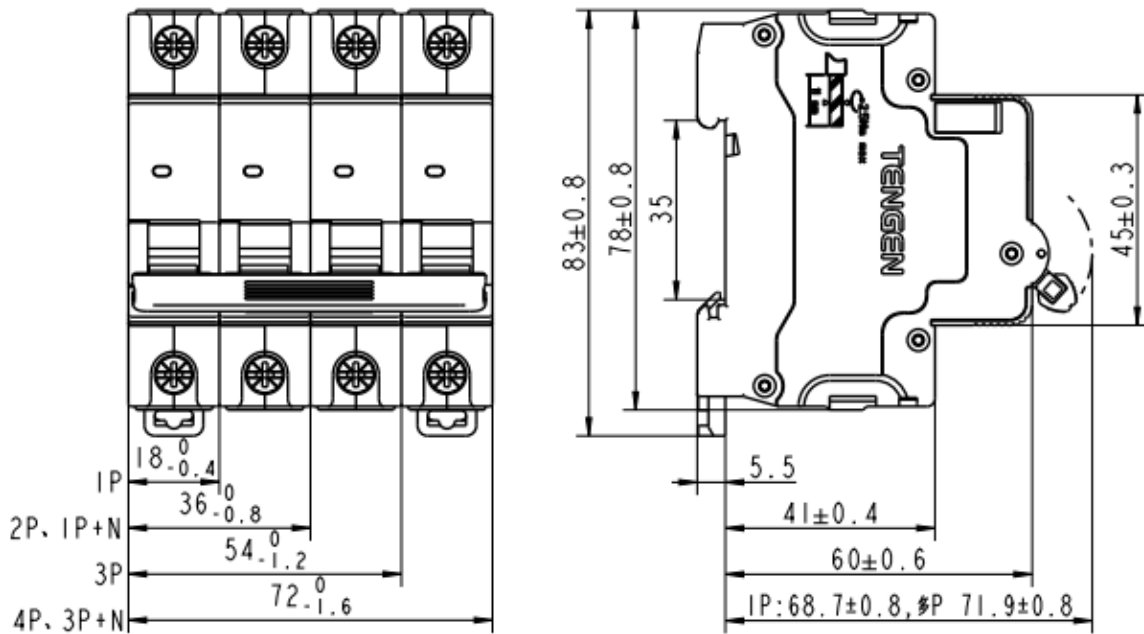

图2 外形及安装尺寸图
(1) 正常的工作条件
(2) 正常的安装条件(外形及安装尺寸见附图 2)